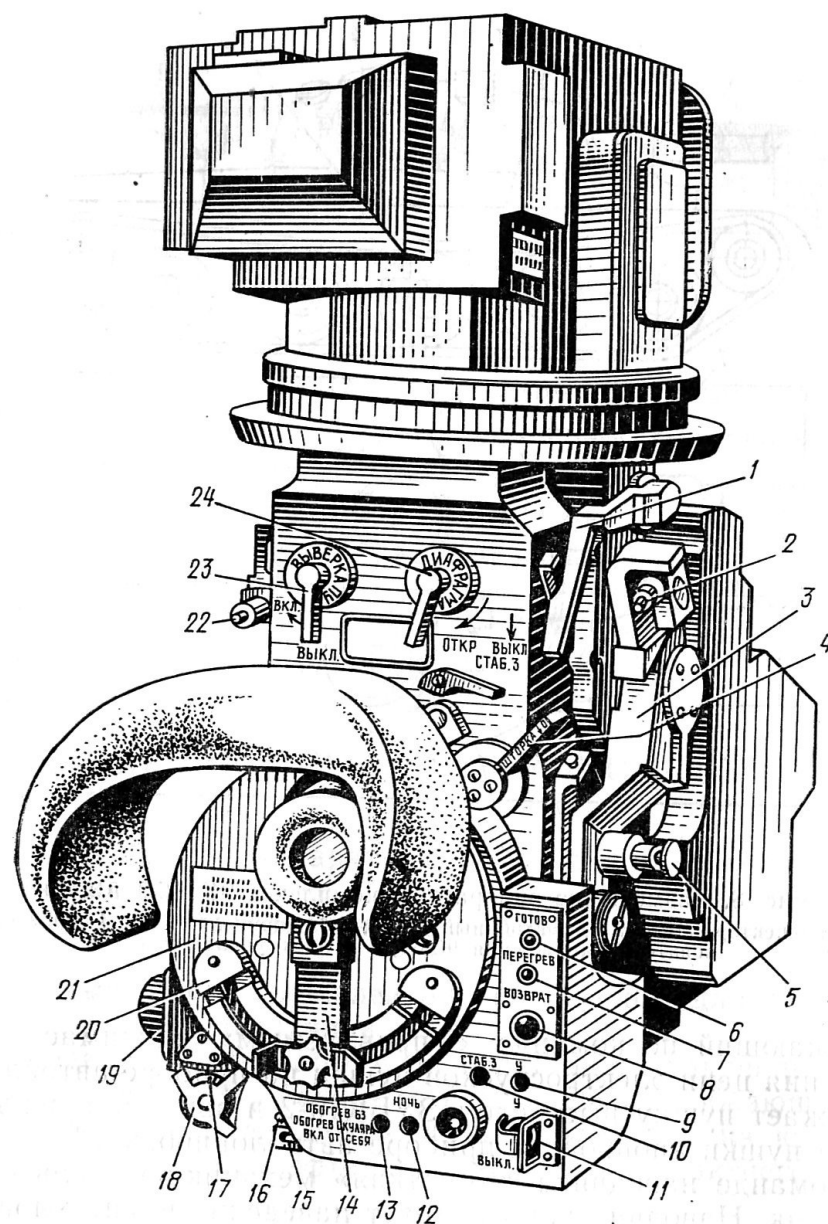
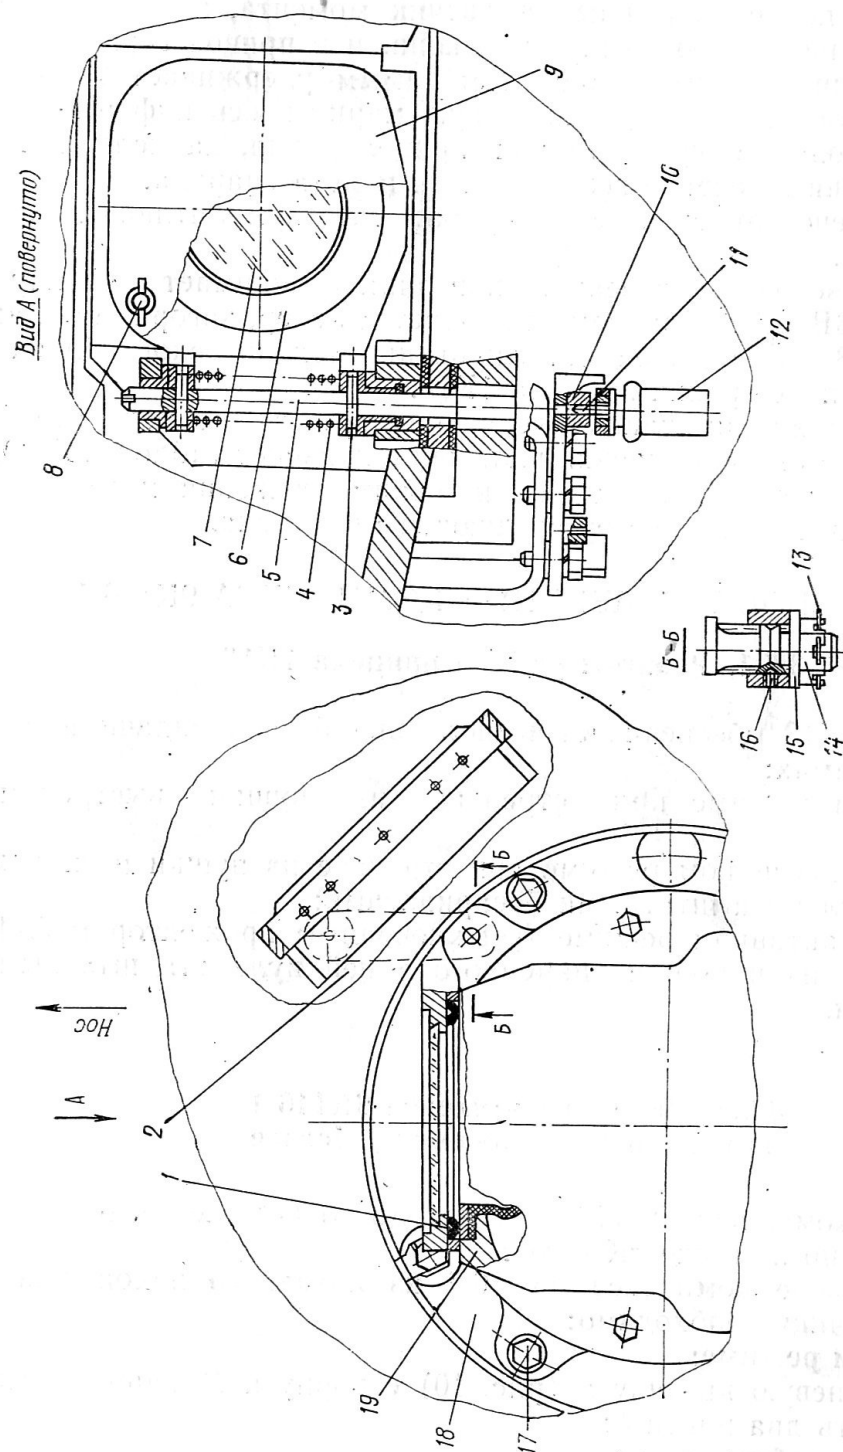
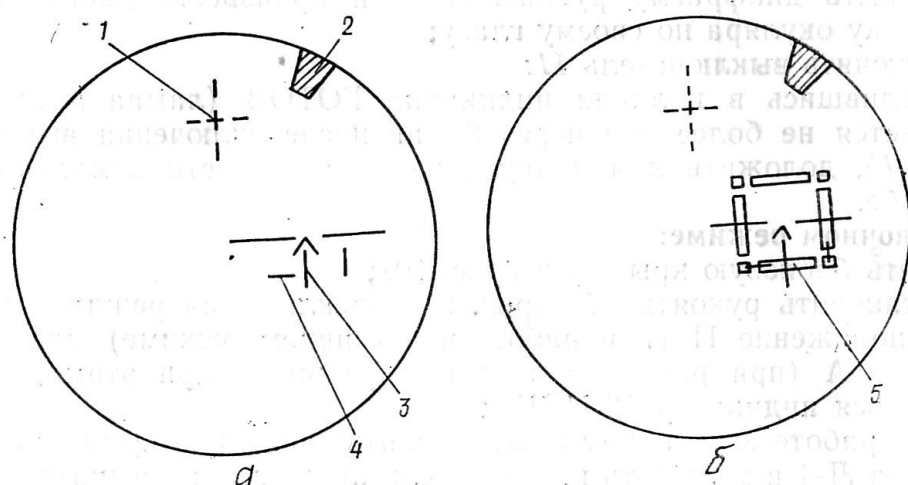

Рис. 9. Оптико-механический блок:
Рис. 10. Привод крышки входного окна прицела 1К13:
Рис. 11. Вид поля зрения дневного режима работы прицела 1K13:
По команде командира «Управляемым» наводчик включает выключатель 11 (рис. 9) У, при этом начинают работать модулятор, система охлаждения прицела 1К13, загорается лампа 6 ГОТОВ и появляется индикация готовности в поле зрения прицела 1К13.
После завершения стрельбы наводчик нажимает кнопку 8 (рис. 9) ВОЗВРАТ. При этом отключается лазер, загораются лампа 6 ГОТОВ на передней панели оптико-механического блока и индикатор в поле зрения прицела 1К13.
снять броневую крышку 9 (рис. 10) с корпуса 19 защиты, для чего отвинтить два винта 8;
установить рукоятку 1 (рис. 9) СТАБ. 3 в верхнее положение, а рукоятку 14 переключения режимов работы в положение Д;
снять броневую крышку 9 (рис. 10);
установить рукоятку 14 (рис. 9) переключения режимов работы в положение П (при работе в пассивном режиме) или в положение А (при работе в активном режиме), при этом должен загореться индикатор 12 НОЧЬ;
Наводчик включает выключатель П — А на щитке электроспусков, подает заряжающему команду «Блокировка» и, после того как пушка встанет на гидростопор, открывает крышку 6 (рис. 10), докладывает «К бою готов» и при загорании лампы 6 (рис. 9) ГОТОВ на оптико-механическом блоке или индикации 2 (рис. 11) ГОТОВ с помощью пульта управления стабилизатора сопровождает цель.
При выходе управляемой ракеты 9М117 из ствола пушки автоматически открывается клин затвора и выбрасывается гильза. После завершения стрельбы наводчик нажимает кнопку 8 (рис. 9) ВОЗВРАТ и докладывает командиру.
После загорания лампы 6 ГОТОВ или индикации 2 (рис. 11) ГОТОВ в поле зрения прицела 1К13 и после заряжания пушки
После окончания стрельбы наводчик выключает выключатель 11 (рис. 9), приводит органы управления прицела 1K13 в исходное положение и закрывает крышку 6 (рис. 10).
Исходное положение органов управления на оптико-механическом блоке (рис. 9) следующее:
открывать броневую крышку 9 (рис. 10) только после постановки пушки на гидростопор во время заряжания ее выстрелом ЗУБК10-2;
рукоятка 23 (рис. 9) ВЫВЕРКА ПУ на оптико-механическом блоке должна находиться только в положении ВЫКЛ, рукоятки 24 и 4 — в положении ОТКР;
открыть крышку 6 (рис. 10) поворотом рукоятки 12 после установки пушки на гидростопор;
установить рукоятку 14 (рис. 9) переключения режимов работы в положение П;
по окончании стрельбы закрыть шторку и диафрагму рукоятками 4 и 24, установить рукоятку 19 ЯРКОСТЬ в положение, соответствующее минимальной яркости шкал, рукоятку 14 переключения режимов работы установить в положение Д, крышку 6 (рис. 10) закрыть.
установить рукоятку 14 (рис. 9) переключения режимов работы в положение А и включить выключатель прожектора Л-4 на щитке электроспусков.
включить и выключить рукоятку 1 (рис. 9) СТАБ. 3; открыть и закрыть шторку и диафрагму рукоятками 4 и 24; установить рукоятку 14 переключения режимов работы в положения П, А, после чего установить ее в положение Д; убедиться в свободном вращении рукоятки 19 ЯРКОСТЬ, рукоятки 17 установки углов прицеливания и диоптрийной наводки окуляра; убедиться в переключении шкал рукояткой 18. Проверка выверки прицела 1К13 Проверка согласования линии визирования дневного режима работы прицела 1К13 с осью канала ствола пушки Ключ из ЗИП танка, ключ выверки из ЗИП прицела 1К13 Методику проверки см. п. 3.6.2 Проверка согласования линии прицеливания ночных режимов работы прицела 1К13 с осью канала ствола пушки Ключ выверки из ЗИП прицела 1К13 Методику проверки см. п. 3.6.3 Проверка согласования оси информационного поля управления с линией прицеливания дневного режима работы прицела 1К13 Методику проверки см. п. 3.6.4 Проверка работоспособности прицела 1К13 в дневном режиме работы Секундомер или часы Методику проверки см. п. 3.6.5	скачков и заеданий. Рукоятки органов управления должны надежно фиксироваться в своих крайних положениях Выверочное перекрестие 1 (рис. 11) дневного режима работы должно быть согласовано с осью канала ствола пушки. Допускается рассогласование по направлению (в горизонтальной плоскости) не более длины выверочного штриха (до 1 т. д.) Прицельная марка ночных режимов работы прицела 1К13 должна быть точно согласована с осью канала ствола пушки В поле зрения оптико-механического блока углы выверочного квадрата 5 (рис. 11) должны быть точно совмещены с выверочными штрихами 4 После установки рукоятки 1 (рис. 9) СТАБ. 3 в верхнее положение и включения выключателя 11 не более чем через 2 мин должны загореться лампа 6 ГОТОВ на передней панели оптико-механического блока и индикация 2 (рис. 11) в поле зрения прицела 1К13, при этом должно обеспечиваться синхронное слежение прицельной марки за пушкой, а также ограничение угловой скорости горизонтального наведения стабилизатора до 3 град/с. При включении рукоятки 23 (рис. 9) ВЫВЕРКА ПУ лампа 6 ГОТОВ должна погаснуть и в поле зрения должен появиться светящийся выверочный квадрат, уменьшающийся в размере. При выключении рукоятки 23 ВЫВЕРКА ПУ должна загореться лам-
- открыть крышку 6 (рис. 10) рукояткой 12 и установить рукоятку 14 (рис. 9) переключения режимов работы в положение Д;
проверить правильность выверки — совпадение выверочного перекрестия 1 (рис. 11) с выбранной точкой наводки (по направлению с точностью до 1 т. д.).
этом выверочная мишень устанавливается на расстоянии 25 м от дульного среза ствола пушки, центр перекрестия на дульном срезе ствола пушки совмещается со знаком 2А20 на мишени, при этом выверочное перекрестие 1 (рис. 11) должно быть совмещено со знаком 1К13 на мишени.
наблюдая в окуляр, убедиться, что углы светящегося выверочного квадрата 5 (рис. 11) точно совмещены с выверочными штрихами 4, расположенными около прицельной марки 3. В случае несовпадения, вращая винты согласования по высоте и направлению, необходимо совместить углы светящегося выверочного квадрата с выверочными штрихами (рис. 11, б). При избыточной освещенности поля зрения и низкой контрастности изображения выверочного квадрата навести поле зрения прицела 1К13 на менее освещенное место или прикрыть крышку 6 (рис. 10) с установленной броневой крышкой 9 рукояткой 12;
установить рукоятку 23 ВЫВЕРКА ПУ в положение ВКЛ и наблюдать за погасанием лампы 6 ГОТОВ, индикации 2 (рис. 11) сигнала ГОТОВ и появлением в поле зрения светящегося выверочного квадрата, уменьшающегося в размере, что свидетельствует о нормальной работе панкратической системы оптико-механического блока;
наблюдать в поле зрения прицела 1К13 отсутствие мигания индикации 2 (рис. 11) сигнала ГОТОВ или через прибор ночного видения ТВН или ТКН на щите (стене) световое пятно, свидетельствующее о наличии лазерного излучения;